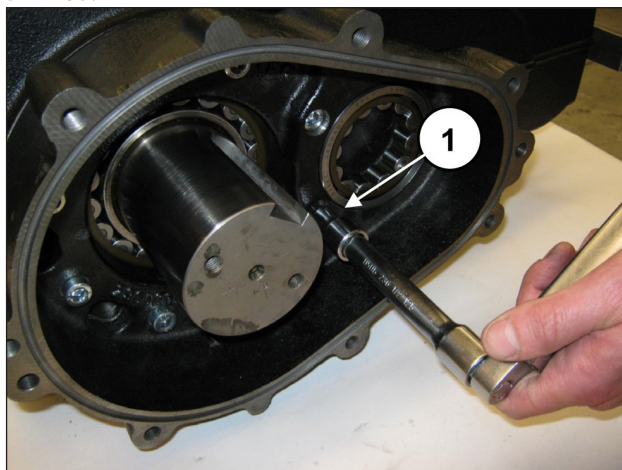

Рис. 66
Затяните 8 винтов М10х40 (поз. ①, Рис. 66).